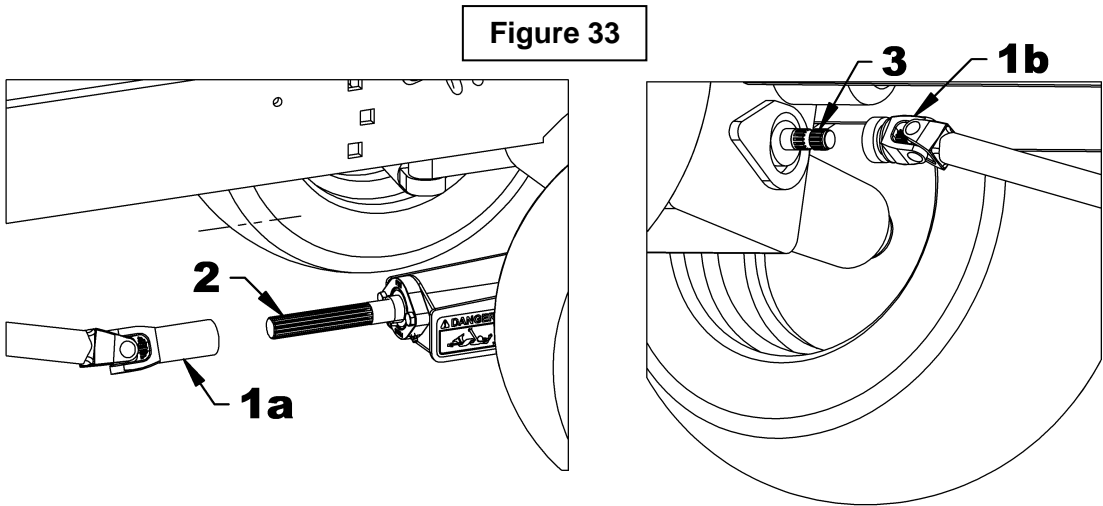

Figure 33
5. **Figure 33 :** Installer l'arbre à cardan fixe (item 1) à l'arbre de sortie du sous-châssis (item 2) et ensuite à la prise de force ventrale du tracteur (item 3).